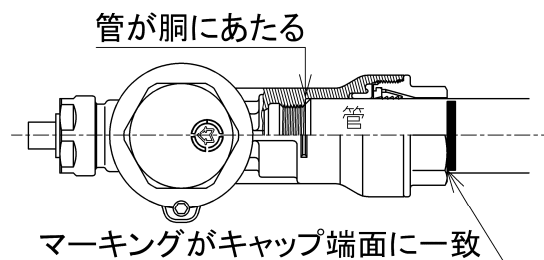

図 3 施工完了状態
- 4)管が胴にあたるまでまっすぐに差込みます。マーキングがキャップの端面と一致することを確認します(図 3)。